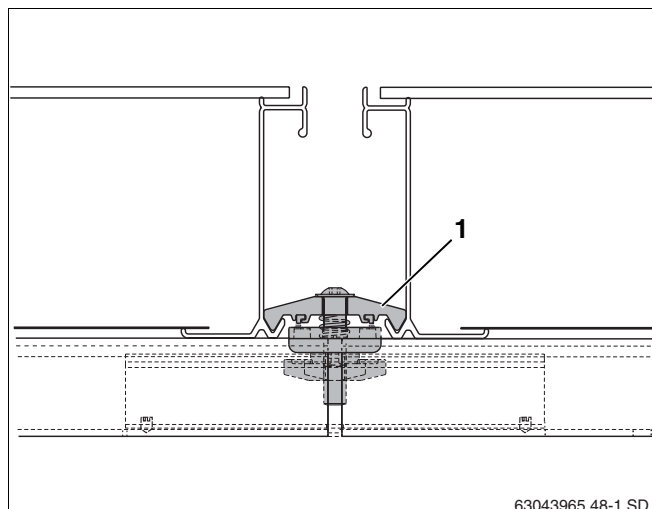

Fig. 48 Giunto di collegamento bilaterale tra due collettori
Il pressore (fig. 48, **pos. 1**) del giunto di collegamento fa ora presa sul bordo inferiore del collettore.